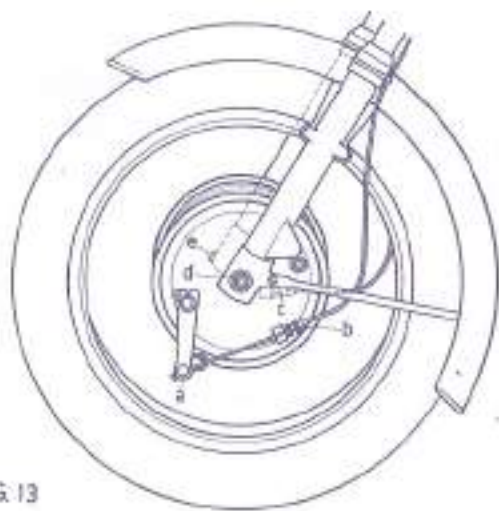

FIG. 13
7.3 Aus- und Einbau des Vorderrades (Fig.13)
7.3 Démontage et montage de la roue avant (Fig.13)